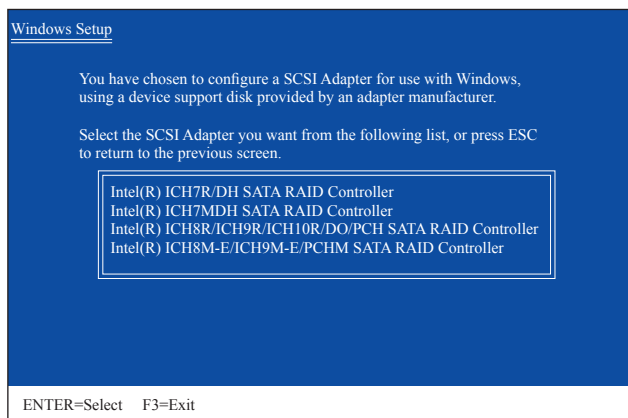

図 2
SATA RAID/AHCI ドライバを含むフロッピーディスクを挿入し、<S> を押します。次に、以下の図 2 のようなコントローラメニューが表示されます。**Intel(R) ICH8R/ICH9R/ICH10R/DO SATA RAID Controller**を選択し、<Enter>を押します。